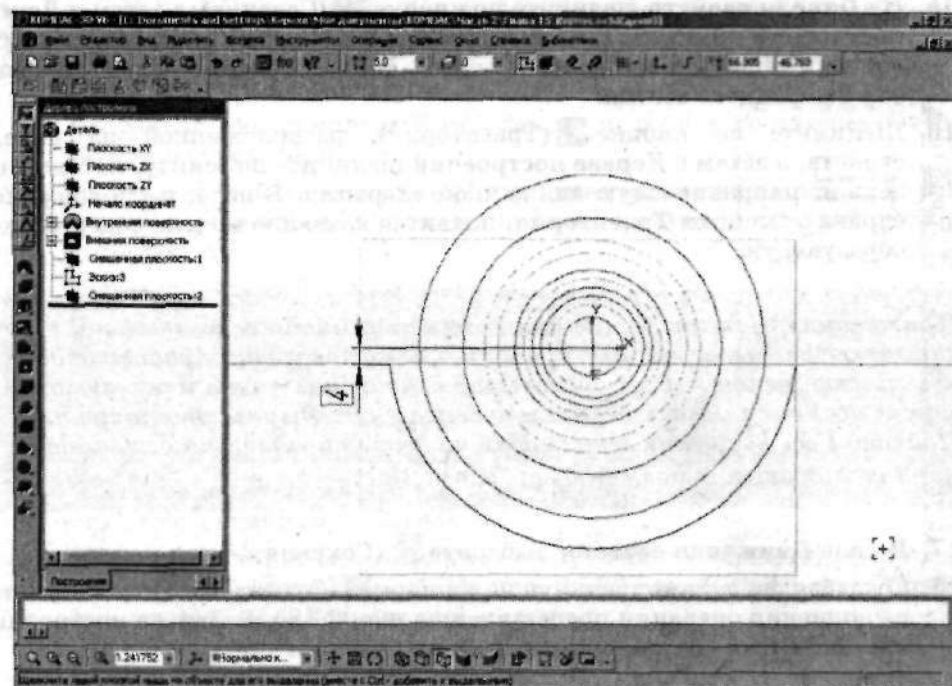

Рис. 2.183. Создайте эскиз направляющей для операции вырезания
12. В *Смещенной плоскости 2* создайте эскиз, изображенный на рис. 2.183. Центр окружности удален от начала координат на 4 мм, а ее диаметр — произвольный, поскольку данный эскиз определяет не геометрические размеры детали, а форму ее поверхности.